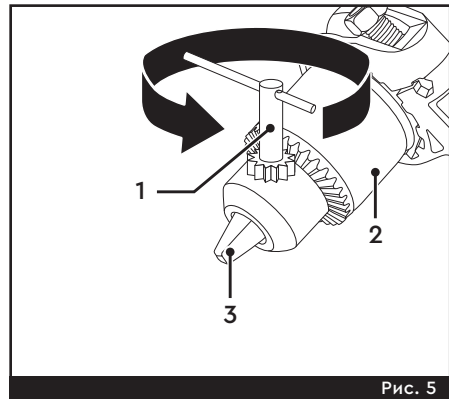

Рис. 5
– Встановіть у бічний отвір патрона ключ (1) та виконайте 2–3 оберти, послабивши муфту (2) для розведення кулачків (3) патрона, після чого витягніть ключ (1) (Рис. 5).
– Встановіть ключ (1) у бічний отвір патрона, відгвинтіть муфту (2) для розведення кулачків (3) патрона, після чого витягніть приладдя з патрона (Рис. 5).